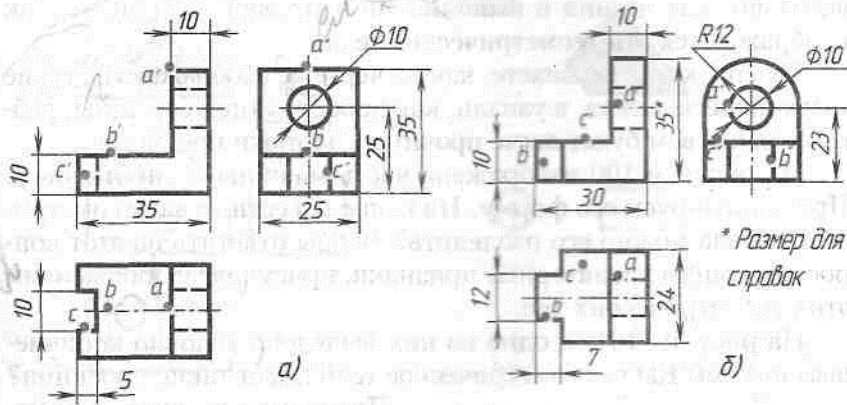

Рис. 98. Задания к графической работе № 4
1. а) По заданию учителя постройте аксонометрическую проекцию одной из деталей (рис. 98). На аксонометрической проекции нанесите изображения точек А, В и С; обозначьте их.